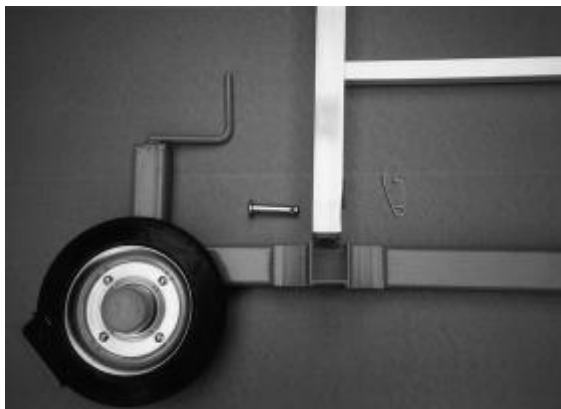

Abb. 4-8
2. Montieren Sie das Fahrwerk und sichern Sie es durch Bolzen und Klappsplint. (Abb. 4-8)